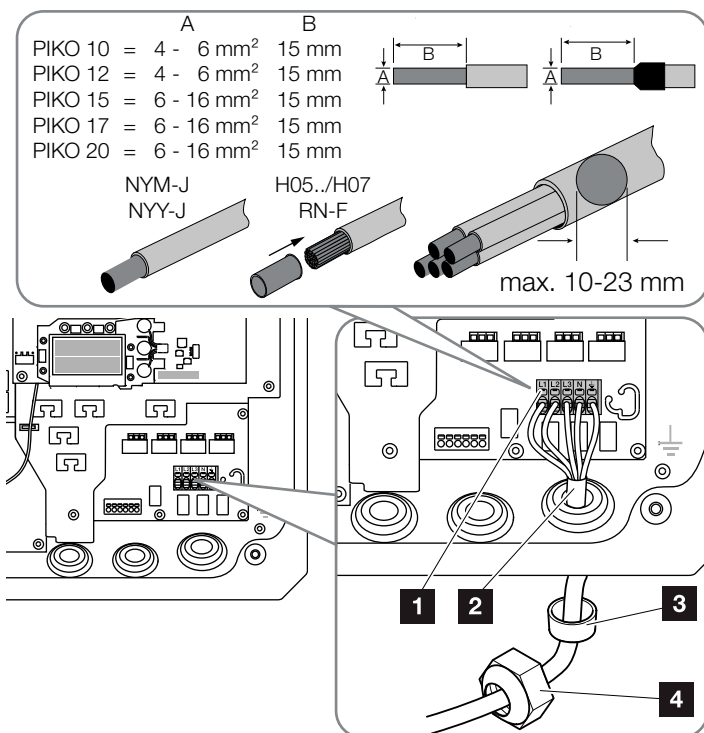

Bild 22: Anslut nättilledningen till växelriktaren
7. Anslut nättilledningens ledare i enlighet med texten på AC-anslutningsklämman. **!** **📐 Bild 22, pos. 1**